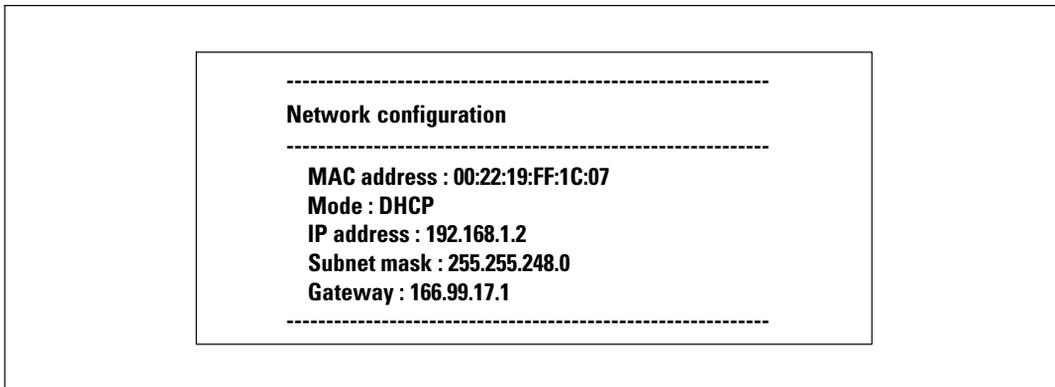

Figura 10. Menú de Configuración de la red
- 2 Escriba **1** y presione **Intro**. La tarjeta muestra las configuraciones suministradas por el servidor (consulte la Figura 10).